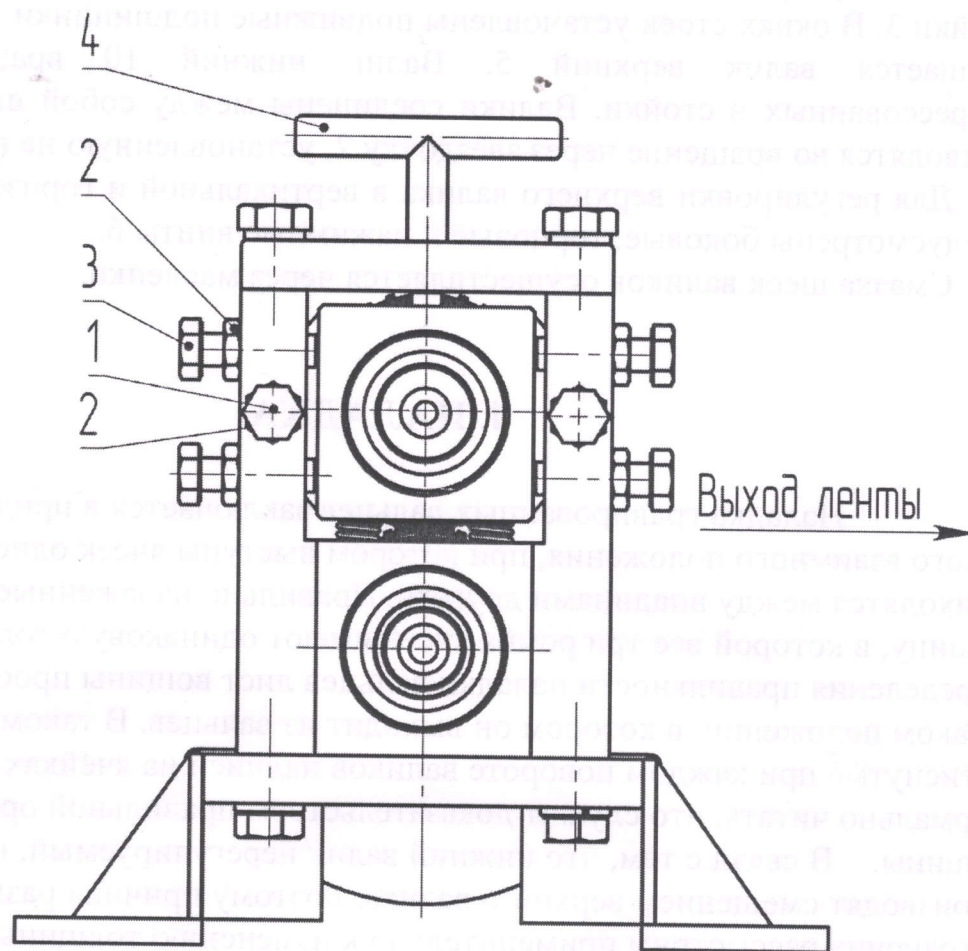
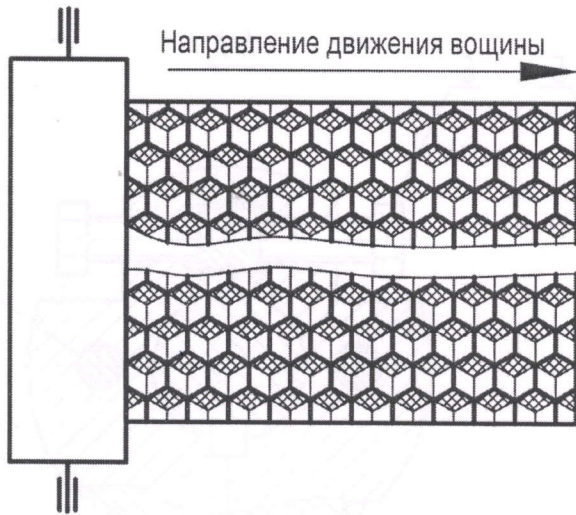
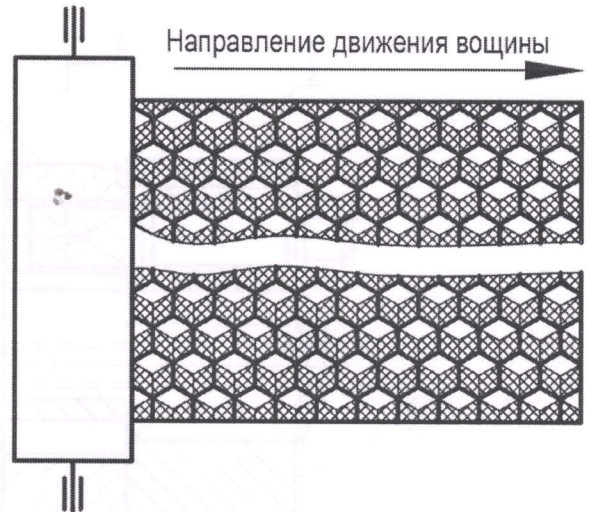

Рис. 3
Рис.4
Рис.5
На рис. 3 показаны все установочные детали, которыми производится регулировка верхнего валика относительно нижнего.
Это вызывает изменение толщины первого ромба ячейки по сравнению с двумя остальными. Наладка вальцев производится осевым сдвигом верхнего валика при помощи продольных винтов 1, установленных в торцах стоек вальцев (рис.3). Предварительно необходимо ослабить четыре гайки 2 этих винтов, а после окончания регулировки затянуть их. При утолщении первого ромба ячейки (рис.4) верхний валик необходимо сместить к задней стойке, а при утонении его (рис.5) - к передней стойке.
Наладка производится перемещением заднего конца верхнего валика в горизонтальной плоскости при помощи боковых установочных винтов 3 (рис.3).
4.4. Регулировка толщины листа вошины производится нажимными винтами 4 (рис.3).